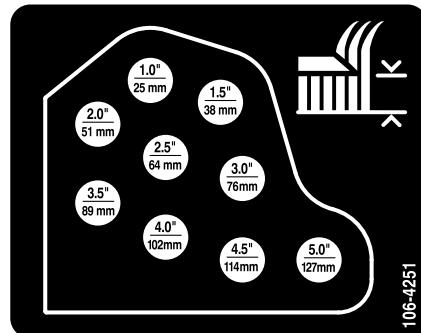

Figura 17
10. Monte as correntes da altura de corte no orifício da altura de corte desejada com o contrapino e pino de segurança (Figura 17).